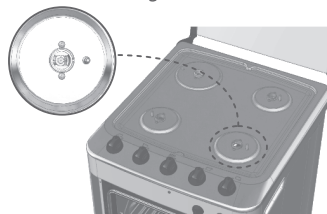

Fig. 28
▶ **ATENÇÃO: Quando for limpar a mesa do fogão, não deixe cair resíduos sobre os injetores (Fig.28).**